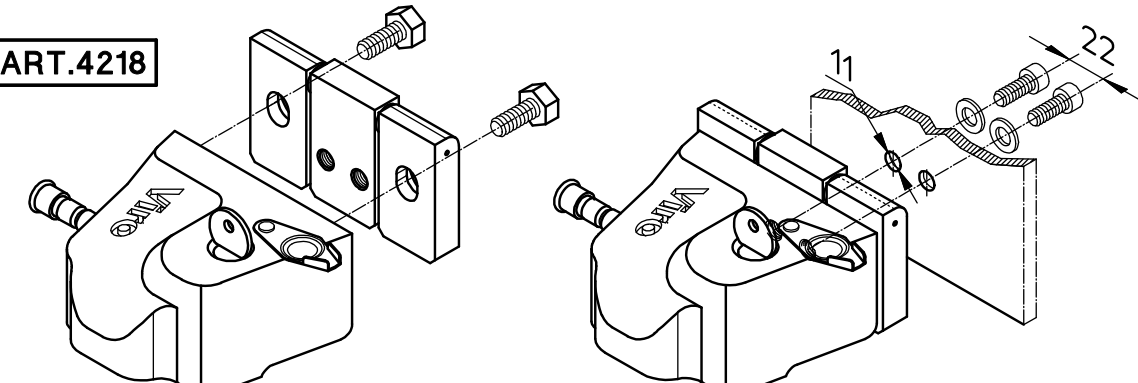

FIG. 7
- Fissare a pavimento la campana posizionandola come indicato nella vista dall'alto di FIG. 6 e FIG. 7
- Empotrar al piso la campana posicionandola como indicado en la vista desde la altura en FIG. 6 y FIG. 7